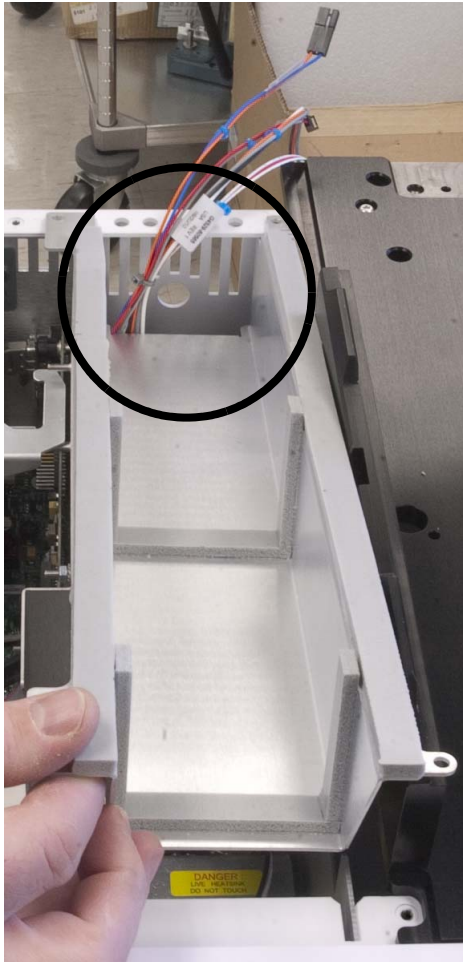

Figure 33 Installation du support de la carte de commande d'alimentation Peltier
- a** Faites passer les câbles dans l'ouverture située au dos du support de la carte de commande d'alimentation Peltier, comme illustré à la Figure 33.